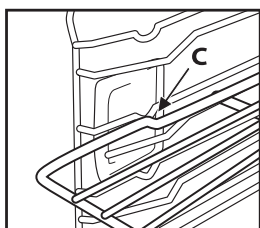

Рис. 3
3. Верните решетку в горизонтальное положение и втолкните ее так, чтобы она оказалась полностью вставленной, положение "С" (Рис. 3).